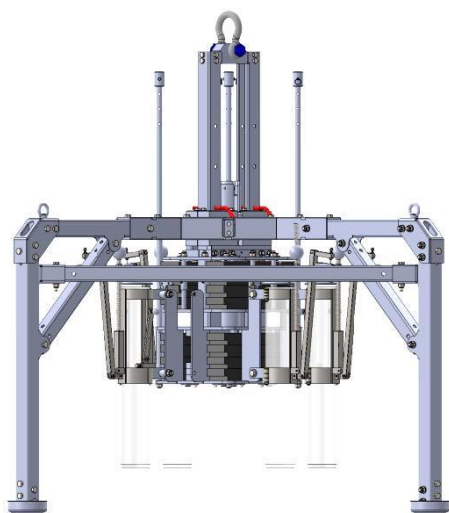
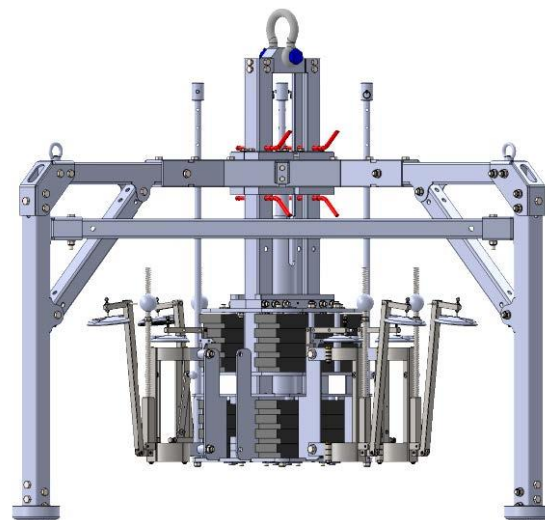

Figure 4: Elevated position
Figure 5: Lowered position
- ◆ 儀器有兩種狀態 elevated position (Figure 4) 跟 lowered position (Figure 5)，可利用 safety bolts 來調整位置，以防止 head 在甲板上發生意外抬升或下降
- 移動時有兩個選擇 elevated position (Figure 4) 或 lowered position (Figure5)，但 lowered position 必須將 core 管取下
- 在採樣前，若儀器為 lowered position (Figure 5)，須先將原有 level2 的 safety bolts 取下
- 將 head 抬升，直到能將 safety bolts 固定在 level3 (Figure 4)，再將 level1 取下
- 在 elevated position(Figure 4)要將下蓋固定，須透過 wire spring(Figure 13)來固定